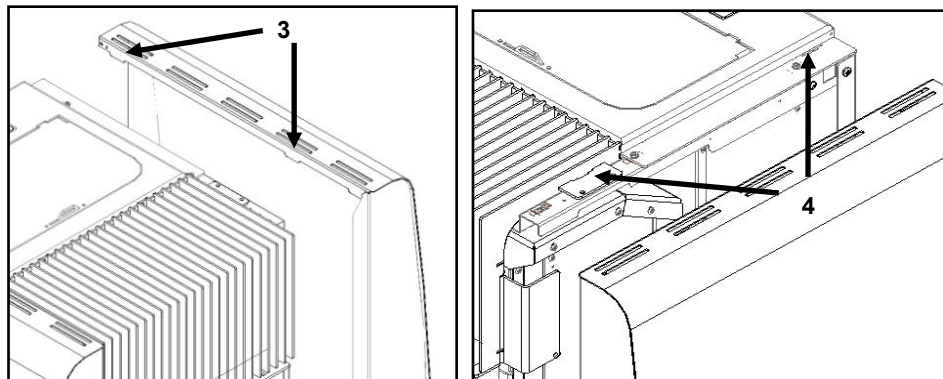

Figura 102 – Colocação das envoltivas
d) De seguida, encaixar primeiro os furos inferiores **1** das capas laterais, nos guias **2** que se encontram no fundo da máquina, depois no sentido descendente encaixar os apoios **3** nos rasgos **4**, como demonstra a Figura 102.